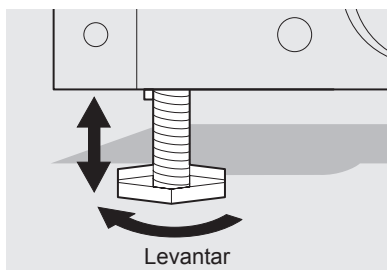

Figura 3
3. Use una llave inglesa para ajustar los tornillos de nivelación. Baje los tornillos de nivelación en cada lado hacia la derecha hasta que hagan contacto con el suelo (Figura 3).